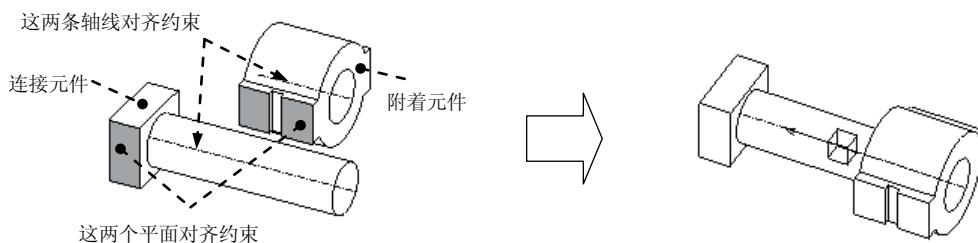

图 12.2.4 滑动杆 (Slider) 接头
滑动杆接头如图 12.2.4 所示，在这种类型的接头中，连接元件只能沿着轴线相对于附着元件移动。
Step3. 创建滑动杆连接。在约束集选项列表中选取 滑动杆 选项，此时系统弹出“装配”操控板，单击操控板菜单中的 放置 按钮，分别选取图 12.2.4 中的两条轴线。分别选取图 12.2.4 中的两个表面。